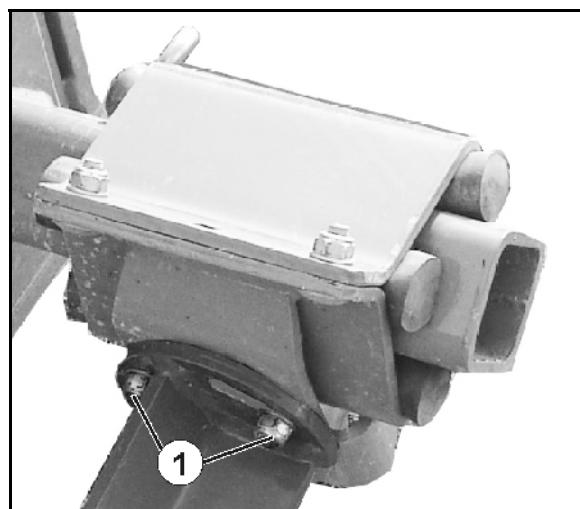

Fig. 61
2. Løsne de tre skruforbindelsene (Fig. 61/1).